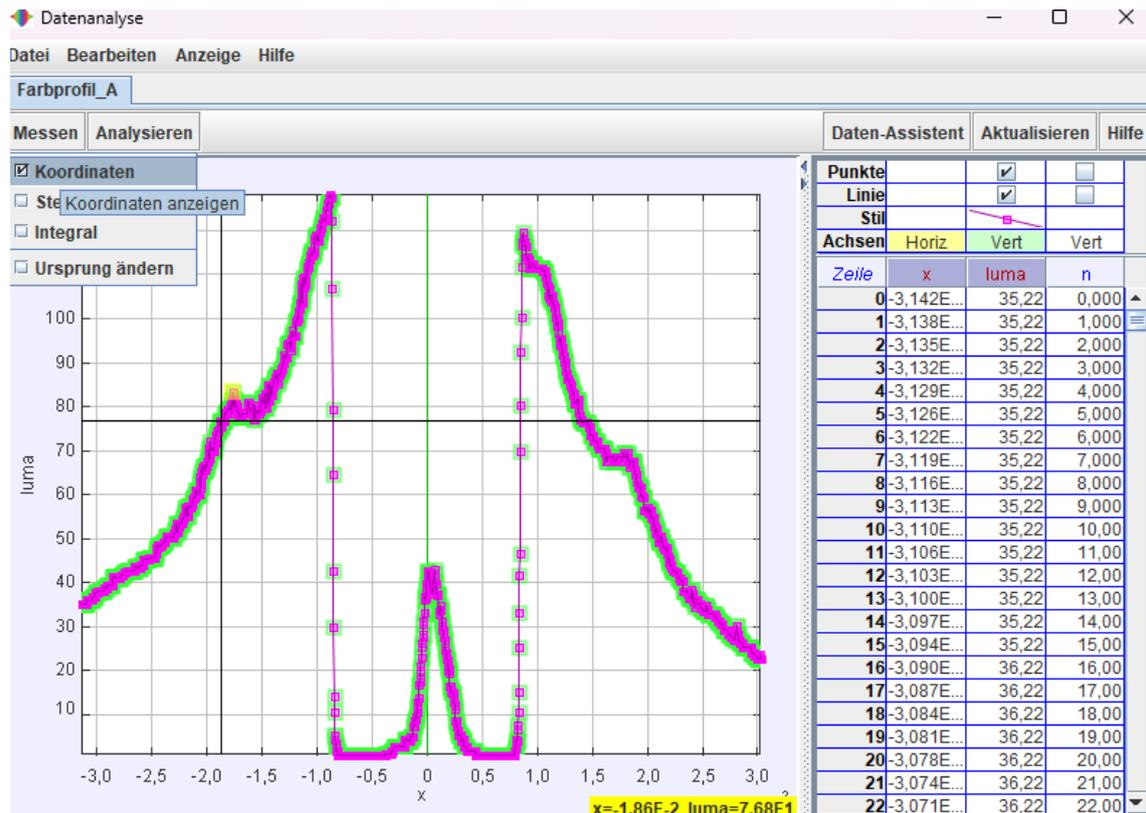

Abbildung 11: Datenanalysefenster
Intensitäten. Über die Konfigurationsoptionen der Diagramme lassen sich auch die einzelnen RGB-Werte (rot, grün oder blau) darstellen. Zur detaillierten Auswertung der Intensitätsverteilung muss die Funktion **Analysieren** angewählt werden. Diese Funktion erreichen Sie über Rechtsklick auf die **Diagrammansicht (3)**. Das sich öffnende Analysefenster ist in Abbildung 11 dargestellt. Das Auslesen der Messwerte wird über die Menüleiste ermöglicht: **Messen** \implies **Koordinaten**